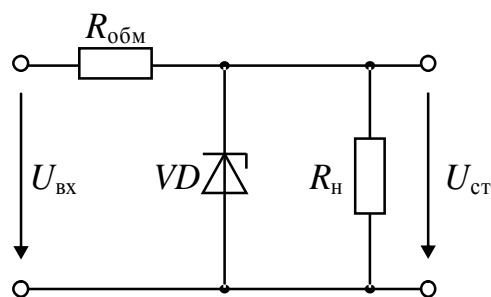

Рис. 10.1
(рис.10.1)
**10.1.** Стабілітрон увімкнено за схемою (рис. 10.1). Визначити струм, що проходить через стабілітрон, якщо відомі:  $R_{обм} = 200$  Ом;  $R_H = 1$  кОм;  $U_{вх} = 16$  В;  $U_{ст} = 10,5$  В.